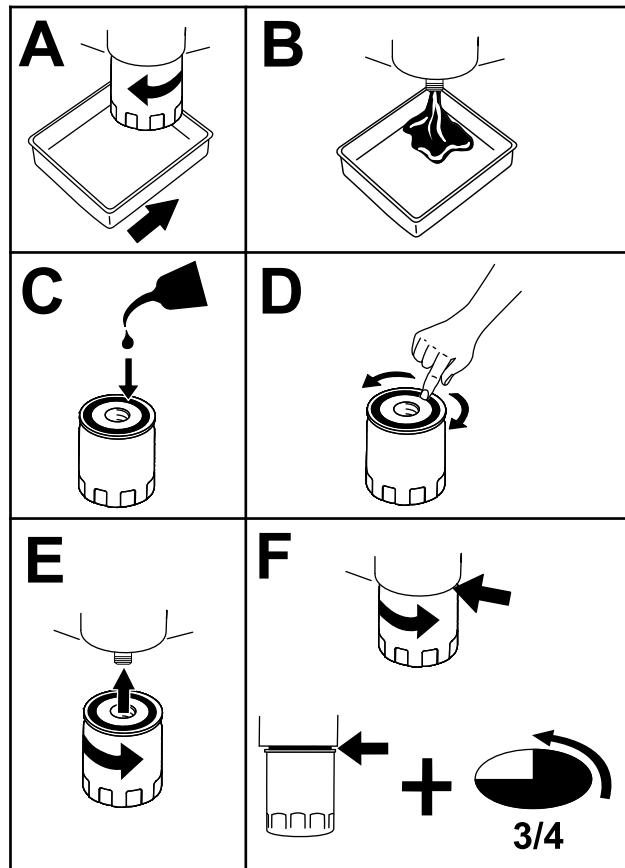

Рисунок 43
- Замените масляный фильтр двигателя (Рисунок 43).